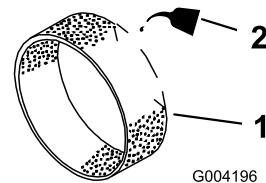

Figura 156
- Applicate da 3 a 6 cl d'olio sul prefiltro (Figura 156).